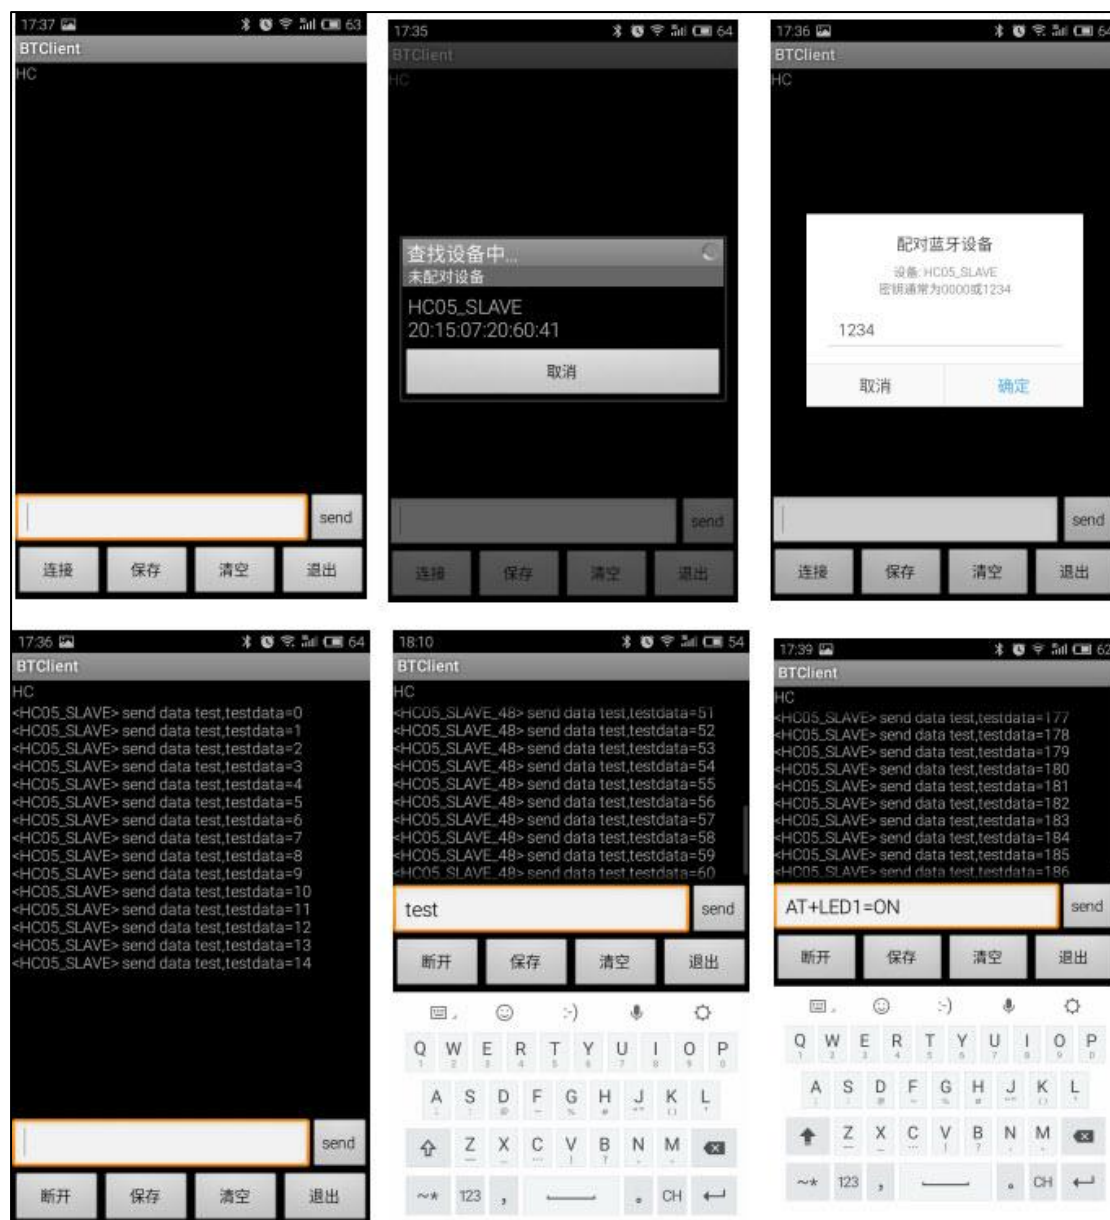

图 2-5 手机上 BTClient 的操作
- ❑ 打开手机的 BTClient APP, 打开手机的蓝牙设备, 点击界面左下角的“连接”按钮, 会弹出“查找设备中...”的窗口, 稍等一下会出现名为“HC05\_SLAVE”的蓝牙设备, 这就是我们的 HC05 模块的名字, 点击该设备, APP 会与 HC05 尝试连接, 输入配对码“1234”, 即可连接成功。APP 的操作见图 2-5, 开发板的液晶显示见图 2-6。